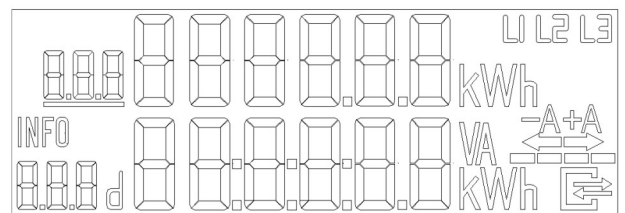

Abbildung 1
- Zweizeiliges Display, gemäß Abbildung 1.